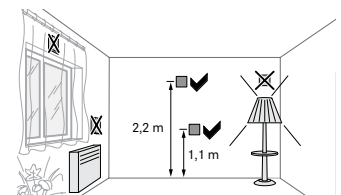
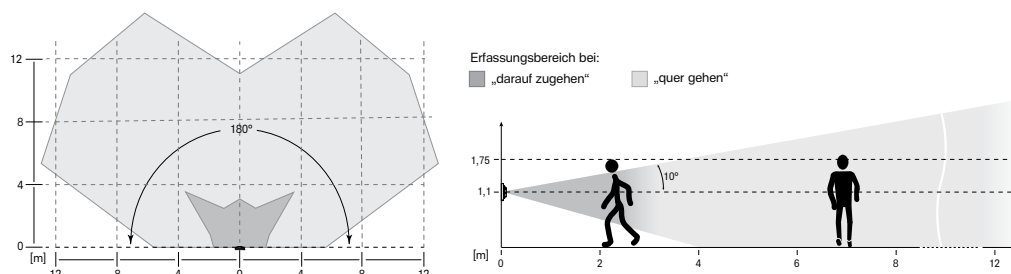

Bild 7: Montageort von Bewegungsmeldern
Bild 4a: Erfassungsbereich des Bewegungsmelders bei Montagehöhe 1,1 m
- Störquellen im Erfassungsbereich (Bild 4a und 4b) vermeiden. Störquellen, z. B. Heizkörper, Lüftungs-, Klimaanlage und abkühlende Leuchtmittel können zu ungewollten Schaltungen führen (Bild 7). Um störende Einflüsse zu vermeiden, kann der Erfassungswinkel eingeschränkt